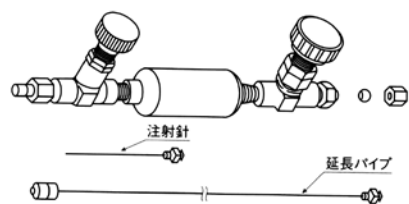

図21：試料採取器と導管
- ④ バルブAを閉じボンベのバルブを閉めて導管を取り外し、採取器の重さを量ってからバルブBの先端に注射針を取り付けます。（図21参照）